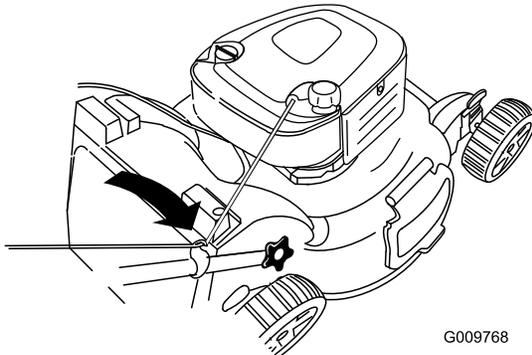

Figure 22
2. Faites passer le câble du lanceur autour du guide inférieur (Figure 22).